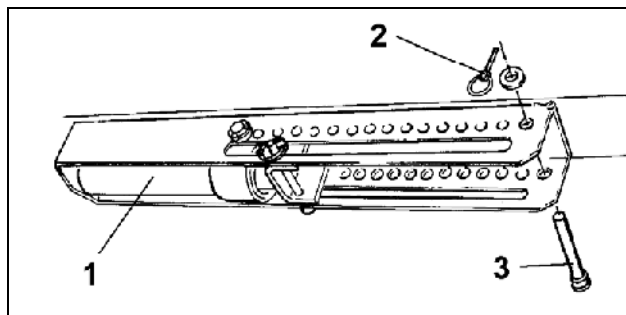

Fig. 88
- Hydraulikzylinder (Fig. 88/1) drucklos machen.
- Bolzen (Fig. 88/3) in eine Bohrung der Lochgruppe einstecken und mit einem Klappstecker (Fig. 88/2) sichern.